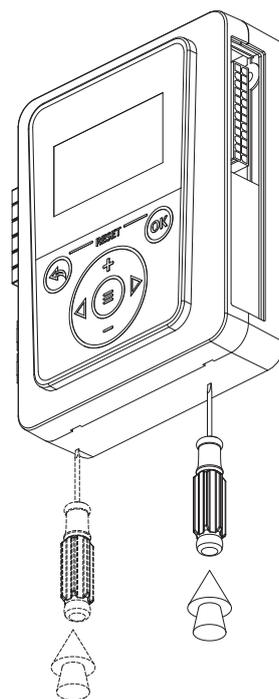

Рис.12 Демонтаж лицевой панели
2. снимите лицевую панель контроллера, ослабив защелки с помощью отвертки (Рис.12);